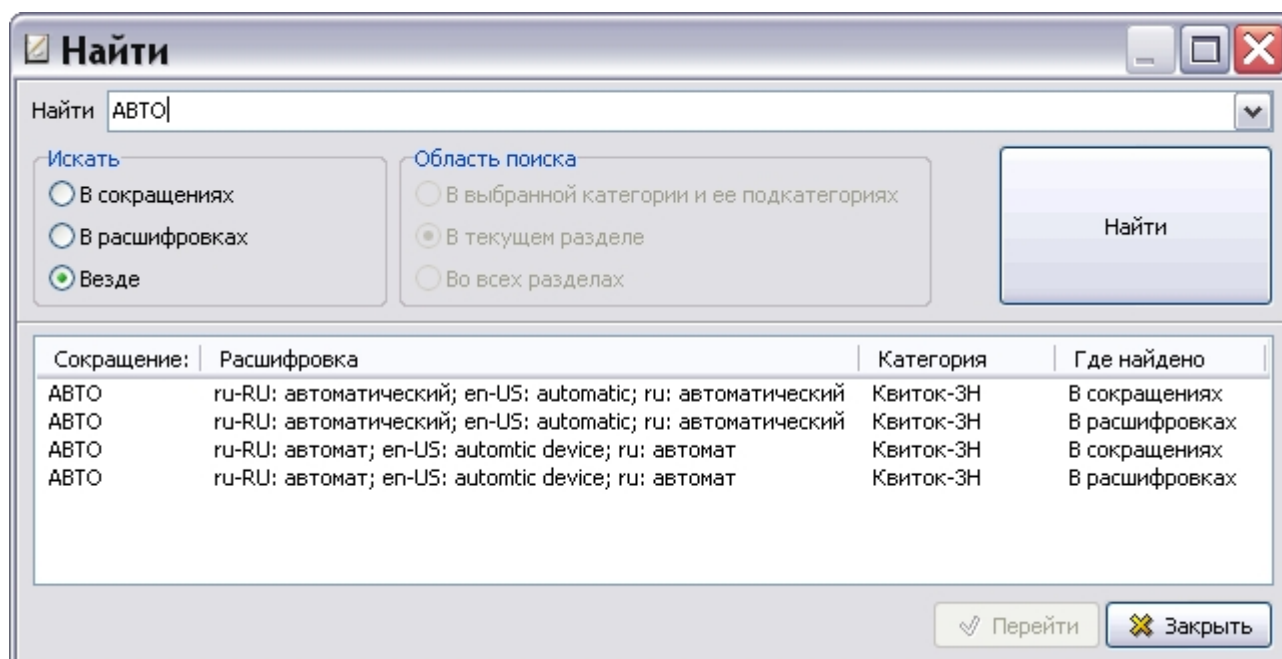

Рис. 7.16
4. Нажмите на кнопку **Найти**, расположенную справа от заданных параметров. Результаты поиска отобразятся в нижней части окна (Рис. 7.16).
Для перехода к одному из найденных сокращений выделите его среди результатов поиска и нажмите на кнопку **Перейти** (Рис. 7.16). При этом произойдет возврат в окно редактора словарей, в котором будут выделены выбранное сокращение и его категория.